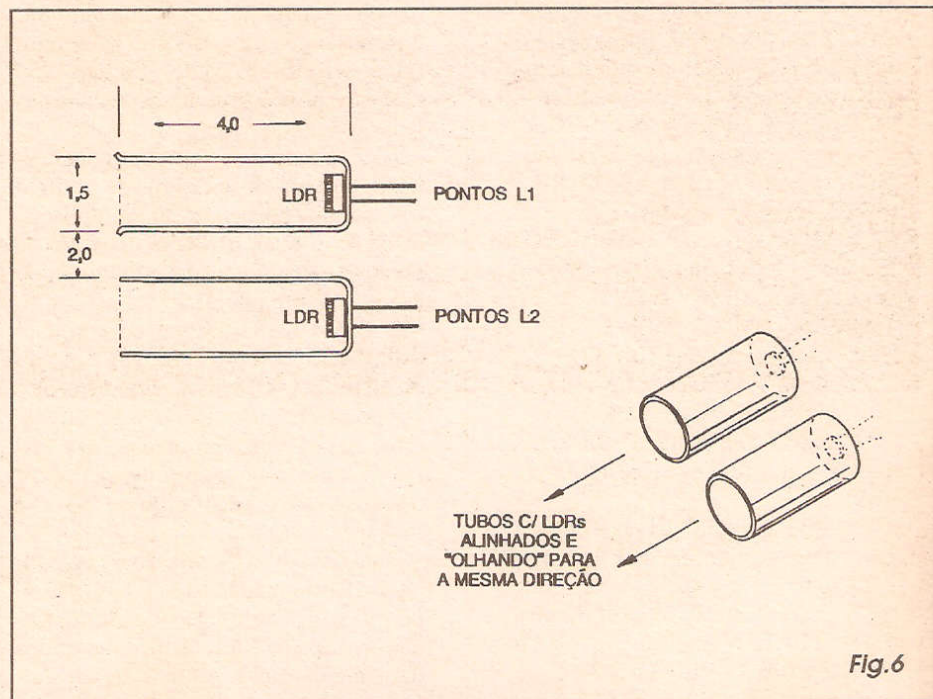

Fig.6
- **FIG. 6 - O ENTUBAMENTO DOS ZÓIOS...** - Os LDRs deverão ser fixados internamente ao fundo dos dois tubos relacionados em **OPCIONAIS/DIVERSOS** da **LISTA DE PEÇAS**, conforme mostra a figura... Se, nos moldes do diagrama, os tais furos *tiverem fundo*, basta fazer neles dois furinhos em espaçamento compatível com o dos terminais dos componentes, para que o ajustamento final fique fácil e firme... Já se os tubos forem do tipo *sem fundo*, então (consultar também a próxima figura...) os LDRs deverão ser fixados (pelo mesmo método básico...) à parte externa do *container* cilíndrico principal da **PI-POMAZ**, com os ditos tubos posteriormente acrescentados sobre eles, também fixados ao local (com adesivo forte...). Em qualquer dos casos, procurar respeitar as dimensões e afastamentos indicados no diagrama, fazendo todas as necessárias fixações com cola de *epoxy* ou de *cianoacrilato* ("Araldite", "SuperBonder" ou equivalentes...).